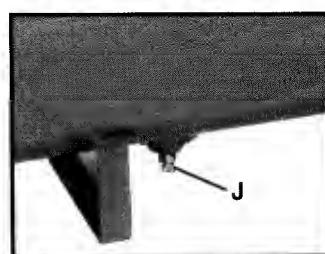

Fig. 4
Válvula de drenaje (J), Fig. 4: La válvula de drenaje está ubicada en la base del tanque de aire y se utiliza para drenar la condensación al final de cada uso.